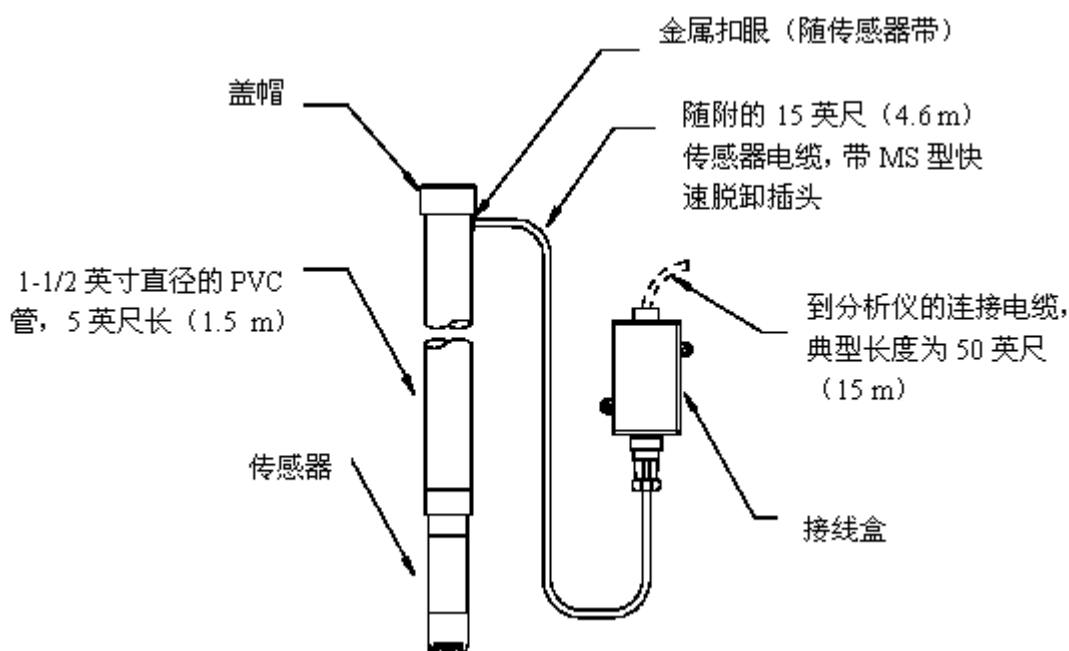

图 2-4 传感器安装——浸入式安装
1. 参见图 2-4，从长安装硬件管上取下（拧下）**终端盖帽**。